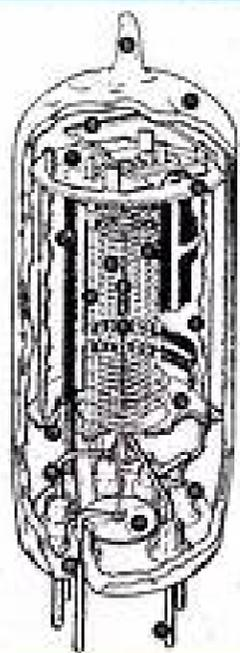

Fig. 3. — Vue d'un tube « tout verre » miniature américain
TUBES MINIATURES AMÉRICAINS. — La figure 3 donne une vue en coupe d'un tube 6BA6 (R.C.A.), penthode H.F. et M.F. à chauffage indirect. Le diamètre total de ce tube est de 19 mm, sa hauteur est de 47 mm. Les tubes miniatures américains, selon les modèles, sont présentés sous trois variantes. Les trois types ont un diamètre de 19 mm, leur hauteur seule varie.
Le « getter » est situé au sommet de l'ampoule (10) tout près de l'orifice de pompage (9) (fig. 3).